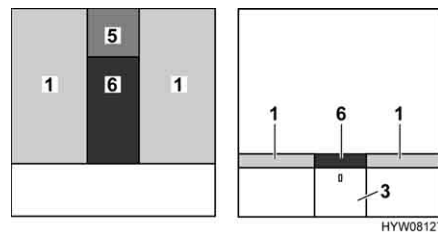

Fig. 88 Después de la transformación
- Colocar el cojín adicional (Fig. 88,5) sobre el armario de noche.
- Colocar el cojín adicional (Fig. 88,6) entre los colchones (Fig. 88,1).